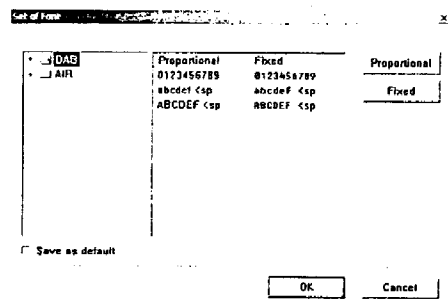

図 9-7 フォントの設定
- ② <Set of Font>ダイアログが開きます。(「図 9-7 フォントの設定」を参照)